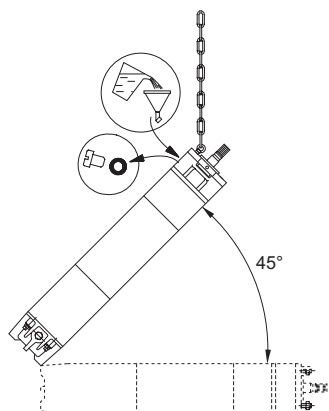

Fig. 4 Placering af motoren under påfyldning – MMS
1. Placer motoren med en hældningsvinkel på  $45^{\circ}$ . Det øverste punkt på motoren skal vende opad, se fig. 4.